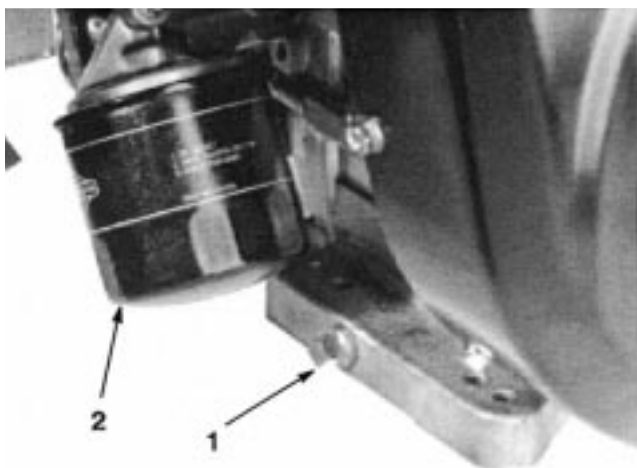

図 33
1. ドレンプラグ (図 33) を外してオイルを抜き、プラグを元通りに取り付ける。